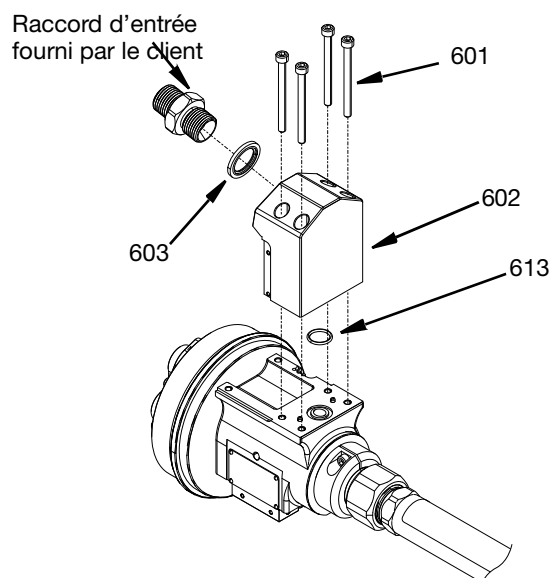

FIG. 14
1. Retirez le raccord d'entrée fourni par le client et le joint à rondelle 1/2 po. BSPB (603).
2. Retirez l'adaptateur d'entrée simple SST (602) en retirant les quatre vis SHCS M5 (601) avec une clé hexagonale.
3. Jetez le joint torique du presse-étoupe en fluoroélastomère (613) et remplacez-le par un neuf lors du remontage. Voir FIG. 14.